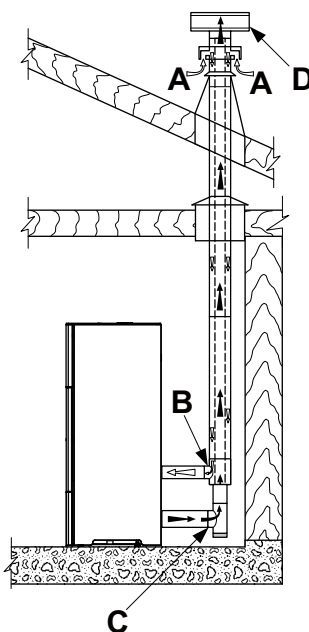

fig. 5.5
- canalizzare l'aria comburente sfruttando un tubo di scarico coassiale per l'espulsione dei fumi ed il prelievo dell'aria; pertanto non è necessario fare una classica presa d'aria nel locale (fig. 5.5 A,B=Ingresso aria C,D=Uscita fumi);
Nel caso di installazione di una stufa a pellet della serie "Ermetica" è possibile utilizzare uno specifico tubo coassiale che consenta sia l'espulsione dei fumi che la canalizzazione dell'aria comburente dall'esterno (fig. 5.5 A,B=Ingresso aria C,D=Uscita fumi).